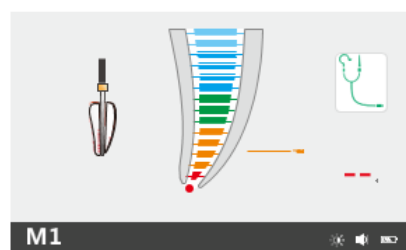

Fig.23 Beyond the apex foramen
- Al medir el ápice de la raíz, la flecha se muestra como se muestra en la Fig.23.